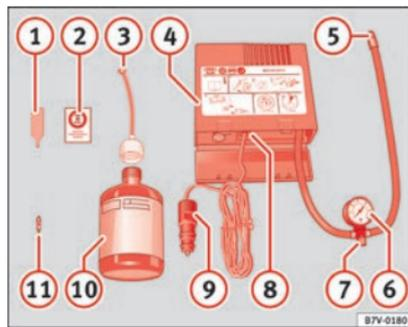

Fig. 96 Rappresentazione standard: contenuto del kit per la riparazione degli pneumatici.
Il kit per la riparazione degli pneumatici si trova nel sottofondo del bagagliaio. Include i seguenti componenti » fig. 96:
Riavvitare il tubo di gonfiaggio » fig. 96 ⑤ e controllare la pressione con il manometro ⑥.